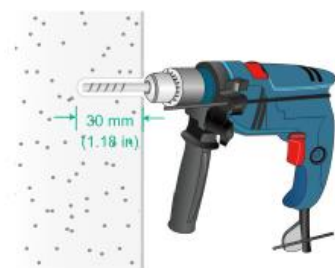

图 1-3 在墙面打孔
(2) 使用冲击钻在标记处打两个直径 6mm 的孔，所钻的孔与安装套件上的安装孔成对应关系，如图 1-3 所示。